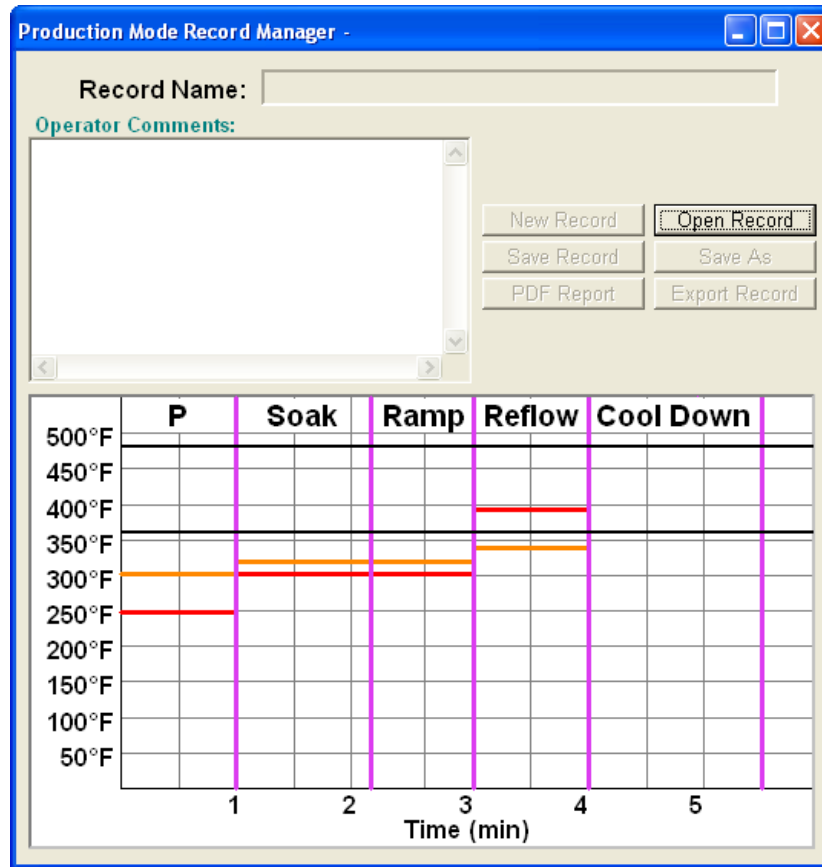

Figure 6c
- xi. Fonctions du Gestionnaire d'enregistrement du mode de production (Figure 6c)